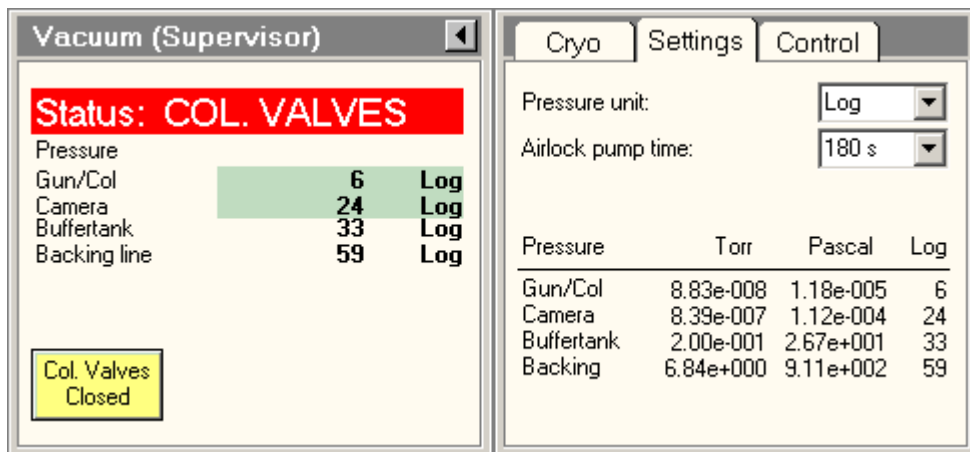

图 5
- 2) 确认“column valves closed”的显示为黄色（图 5）；物镜光阑是否移出（钮在右侧）；样品台的 X. Y. Z, A. B 应已经归零，否则在 Workset 面板中选 Search --- stage---- control---reset the holder 或者 AB；复位样品杆。
- 1) 首先确认“col. valves closed”的显示为黄色(图5); X, Y, Z, A, B 值应在零附近;物镜光阑已退出(钮在右边)。